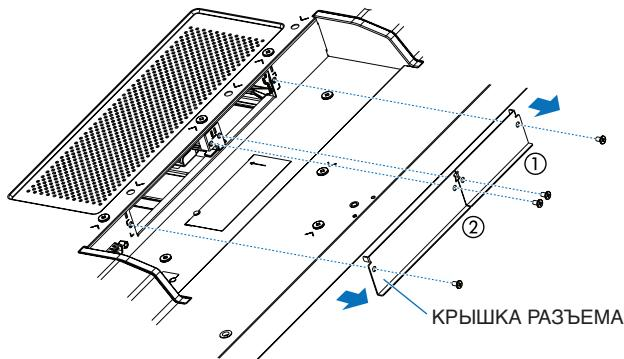

Рис. 1
Снимите КРЫШКУ РАЗЪЕМА ① и ② (**Рис. 1**).